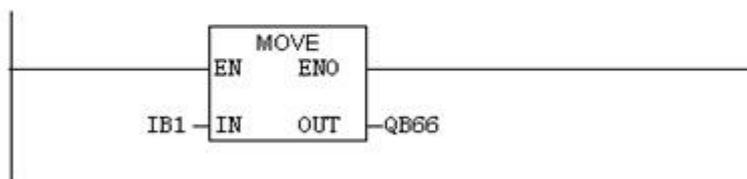

图 27 232_4 梯形图
(4) 演示程序操作
- ① 将 PC1 中的 STEP 7 程序 t232_4 和硬件配置下载到 PLC，PB-B-RS232/485/V35 中的 PROFIBUS 通信灯 PBFAL（红色）灭，并且状态灯 PBOK(黄色)亮，表示 PROFIBUS 已连通，否则应检查电缆、插头、配置及 PB-B-RS232/485/V35 中站号的设置；
- ② 运行 PLC 程序，由于 PB-B-RS232/485/V35 设置成 RS232 从站，因此上电后应处于“发送完毕/等待接收”状态，即 I1.0=reok_tren=0，Q64.0=LD0=0, LD0 灯灭。见图 27：232_4 梯形图中 Network 2。